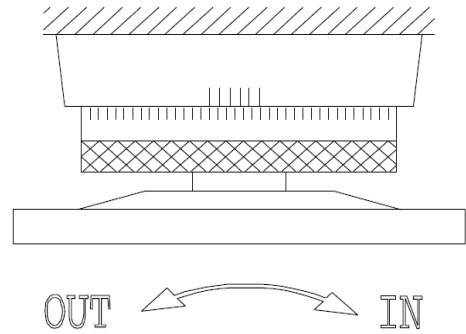

Рис. 6.8c
2.c. Для поперечного перемещения стола вручную, отключите сначала автоматическую поперечную подачу, затем вращая маховик переместите стол в поперечном направлении (Рис.6.8c). Автоматическая поперечная подача функционирует только при работающем гидравлическом столе.